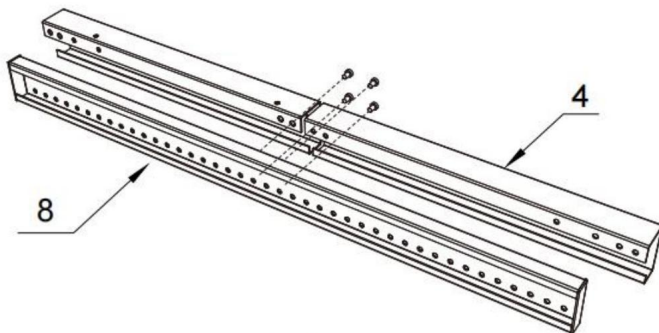

Figure 3
4. Befestigen Sie die Schrauben mit 4 Kreuzschlitzschrauben M5*10 (ȳ) durch Löcher in den Eckhalterungen und Mittelteilen. (Abbildung 3)